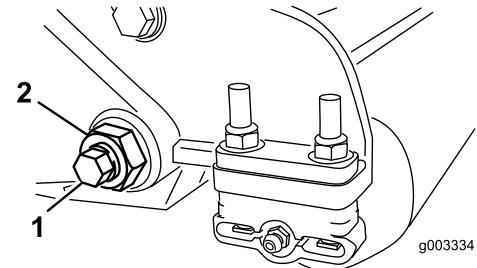
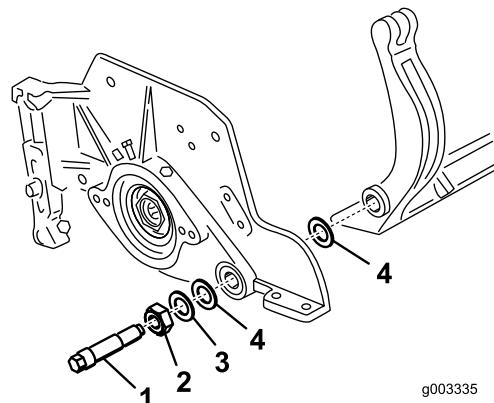

Bild 30
Bild 31
3. Lösen Sie an jeder Seite der Maschine die Sicherungsmutter, mit der die Schraube des Untermesserträgers befestigt ist (Bild 30).
4. Nehmen Sie jede Schraube des Untermesserträgers ab, damit der Untermesserträger nach unten gezogen und von der Maschinenschraube entfernt werden kann (Bild 30). Bewahren Sie die zwei Nylonscheiben und die Scheibe aus gestanzten Stahl an jedem Ende des Untermesserträgers auf (Bild 31).
4. Legen Sie eine Stahlscheibe außen auf jede Nylonscheibe (Bild 31).
Ziehen Sie die Schrauben des Untermesserträgers bis auf 27-36 N·m an. Ziehen Sie die Sicherungsmuttern an, bis sich die Stahlscheibe außen nicht mehr dreht und kein Spiel am Ende vorhanden ist, ziehen Sie jedoch nicht zu stark an oder verbiegen Sie die Seitenplatten. Die Scheiben innen können einen Abstand aufweisen (Bild 31).